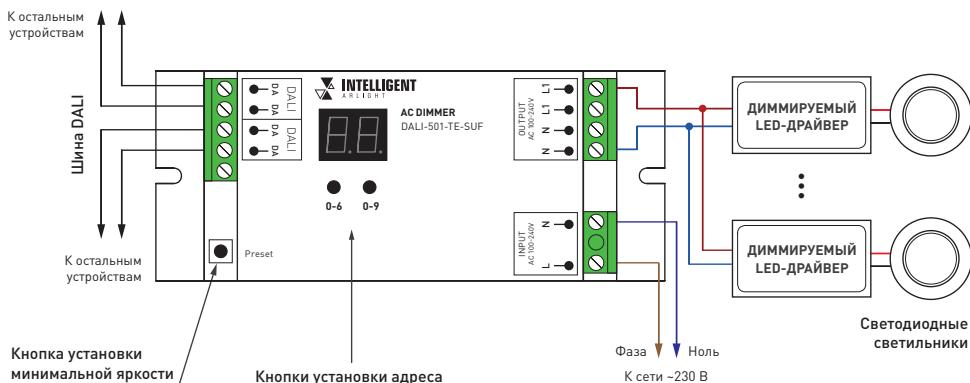

Рисунок 1. Схема подключения диммера, органы управления и индикации.
- 3.3. Подключите диммируемый источник света с напряжением питания ~230В к выходу AC OUTPUT диммера (см. Рисунок 1).
- 3.8. Установите адрес диммера. Адрес может быть назначен по шине при помощи мастер-контроллера DALI (см. инструкцию к мастер-контроллеру) или установлен кнопками на корпусе диммера (см. Рисунок 1). Для установки адреса кнопками: